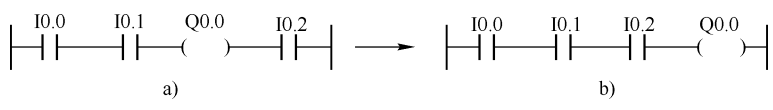

图 6-15 梯形图
1) 每一逻辑行总是起于左母线, 最后终止于线圈或右母线 (右母线可以不画出), 如图 6-15 所示。